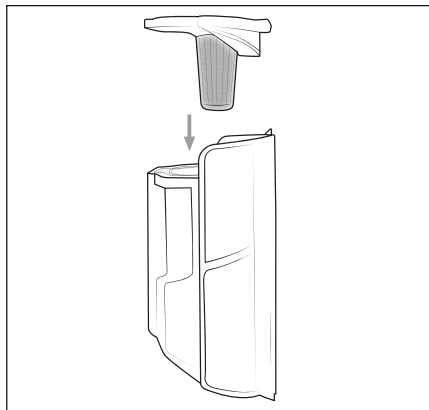

Fig. 19
- 6) Inserire il filtro in acciaio inox **6** nel contenitore della polvere **7** e premerlo verso il basso finché non s'innesta saldamente nel contenitore della polvere **7** (vedere fig. 19).